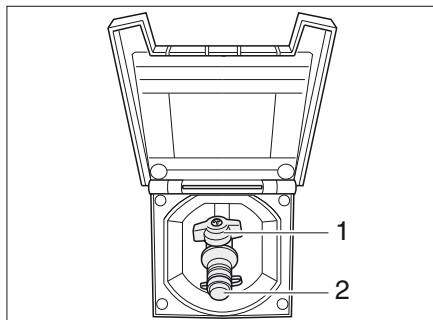

Bild 242 Extern gasanslutning, gasavstängningsventilen stängd
Den externa gasanslutningen (Bild 242) befinner sig på höger fordonssida. I undantagsfall befinner sig den externa gasanslutningen även på vänster fordonssida eller baktill.
- Anslut den externa gasapparaten till anslutningar (Bild 242,2).
- Öppna gasavstängningsventilen (Bild 242,1).